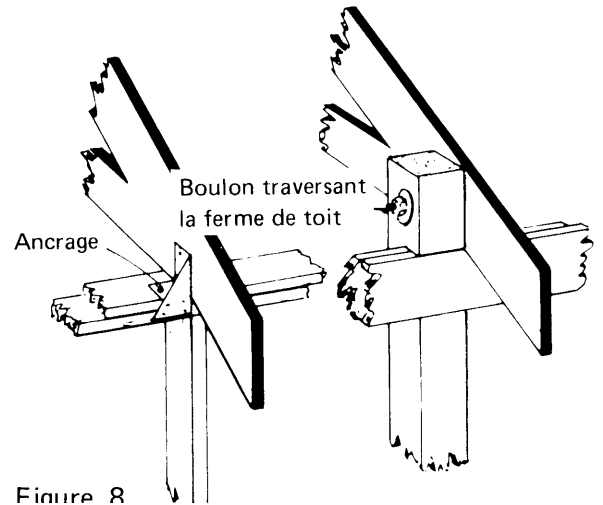

Figure 8
- Lors du montage des fermes, fixer chaque extrémité de façon permanente au sommet des murs à l'aide de feuillards métalliques, d'ancrages ou de boulons (Figure 8). Le clouage en biais de la ferme à la sablière est insuffisant. Un toit mal ancré peut être emporté par le vent.